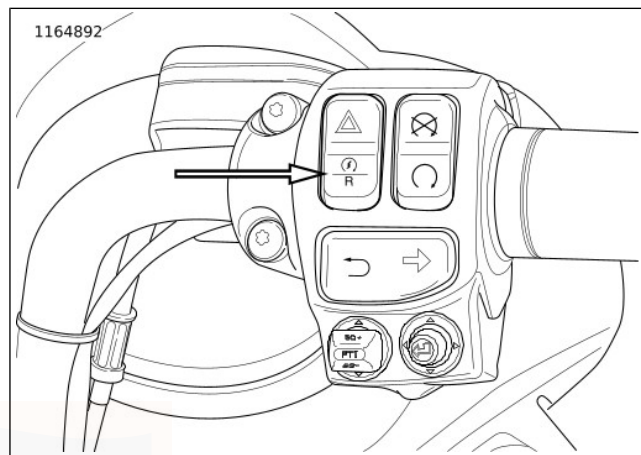

Figure 49. Commutateur de marche arrière (classique)
2. Voir Figure 49 . Avec le véhicule en marche et au point mort, maintenir enfoncé le commutateur de marche arrière des commandes de droite jusqu'à ce que le voyant de marche arrière s'allume. Le voyant du compte-tours indique que la marche arrière est engagée. Voir Figure 23. Relâcher le commutateur de marche arrière. Le voyant de point mort s'éteint lorsque le voyant de marche arrière s'allume.